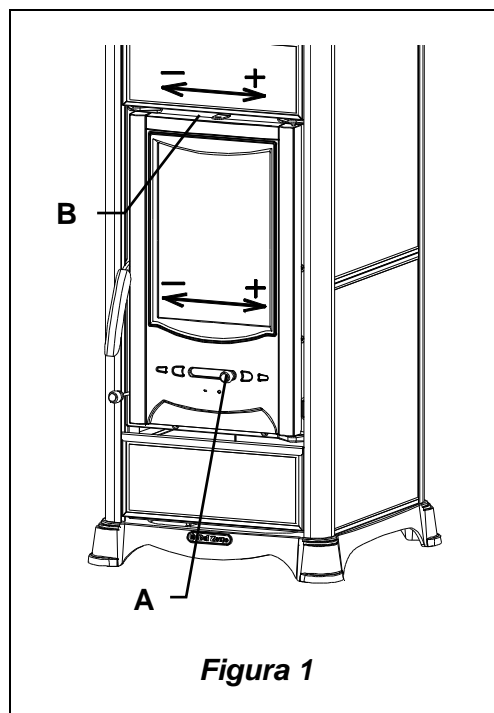

Figura 1
2.1. Registro aria primaria (A Figura 1)
2.2. Registro aria secondaria (B Figura 1)